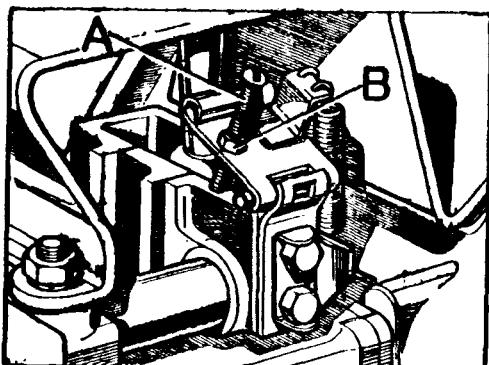

Fig. C-71 Ajuste del recorrido del - tope de marcha atrás
- 3.1. Ajustar el tornillo, A (Fig. C-71) de tal forma que la placa con bisagra pueda ser elevada por la palanca de cambio, cuando se utilice la marcha atrás, - al tiempo que debe notarse una resistencia apreciable.